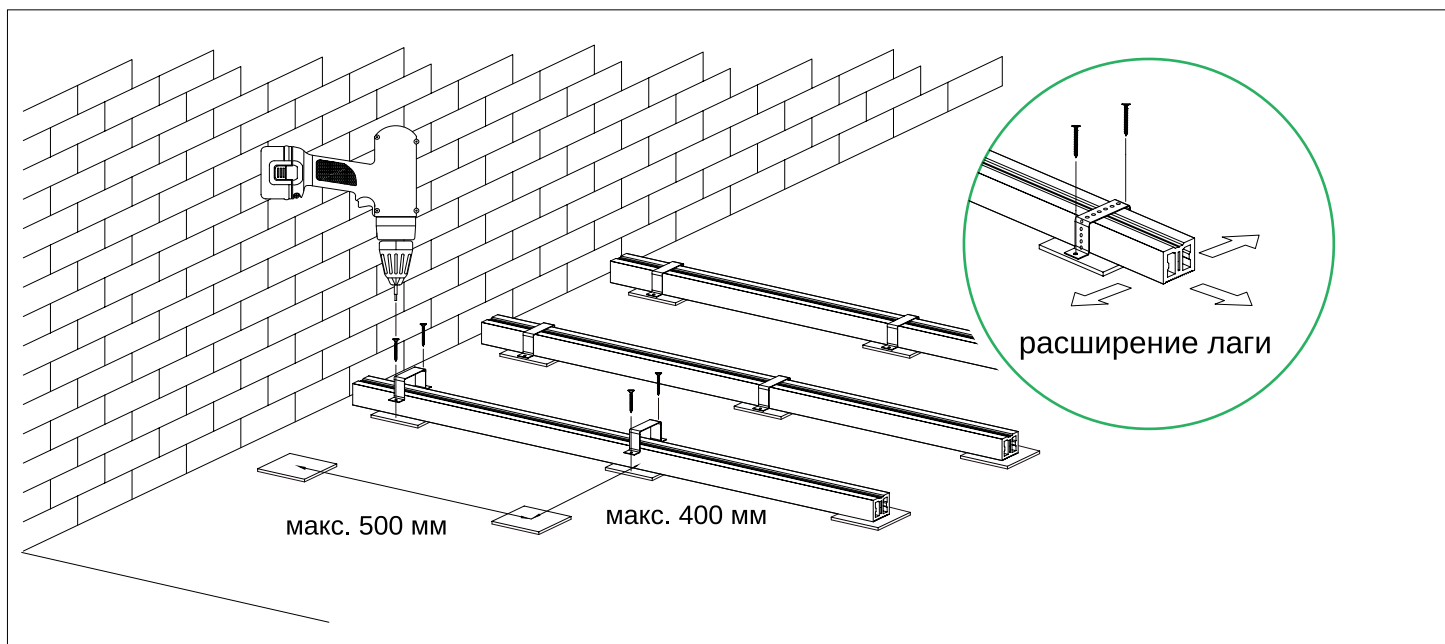

Рис. 5
- На основание из бетонной стяжки лаги укладываются с расстоянием 400 мм по центрам на резиновые подушки размером 100x100x5 мм, установленные с интервалом не более 500 мм. В интервалах между подушками лаги фиксируются к бетону перфорированной металлической лентой (Рис. 5). Все лаги должны находиться в одной плоскости по горизонту.
- Предусмотрите компенсационные зазоры у всех неподвижных ограничителей, стен зданий, колодцев, садовых оград, бордюров, опор, водосточных труб и т.д., шириной не менее 10 мм (рис.5).